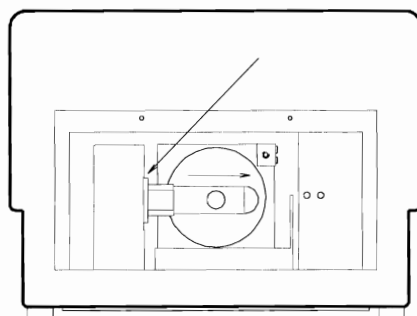

Abb. 6.4
- **Lampe am Lampensockel anfassen.** Lampe nach rechts herausziehen, siehe Abb. 6.4. **Vorsicht** beim Überwinden der Sockelhalterkraft.